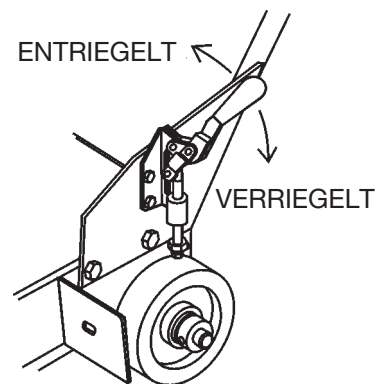

Abb. 22. Radbremse
2. Radbremsen (Abb. 22) lösen: Hebel nach **OBEN** ziehen.
8. Den Wasserhahn auf **OFF (ZU)** drehen (falls erforderlich).
9. Die Hebel der Radbremsen nach unten drücken, um die Räder zu blockieren (Abb. 22).